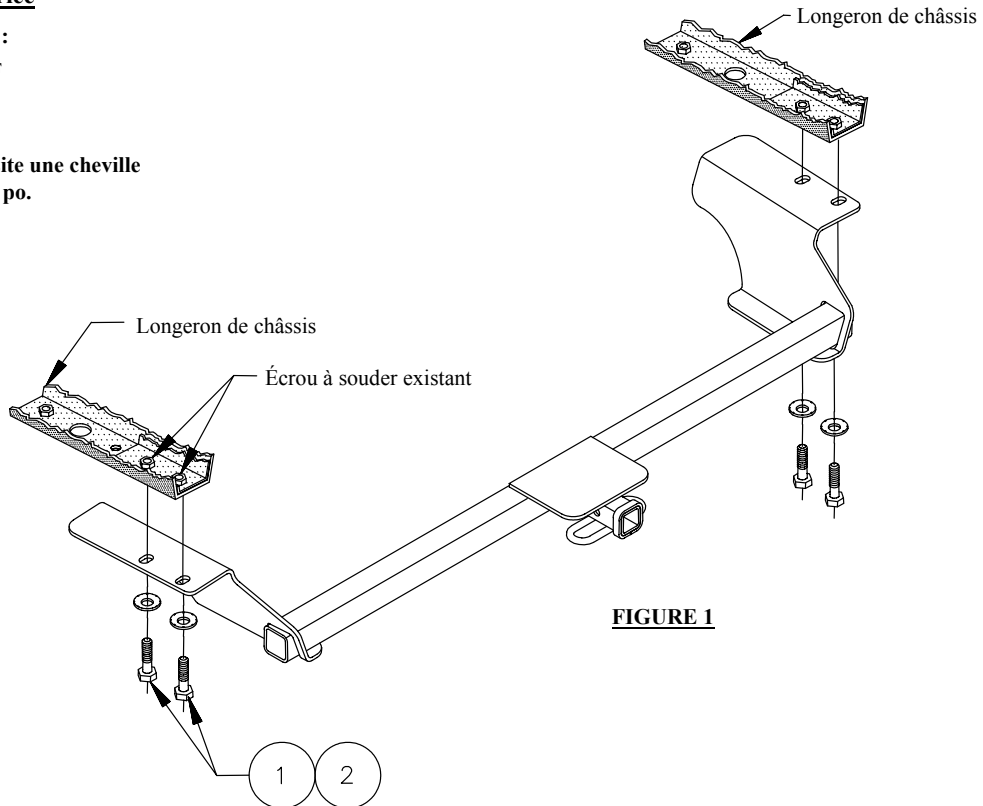

FIGURE 1
①	Qty. (4)	Boulon M12 x 1.25 x 35 CL 8.8	②	Qty. (4)	Rondelles coniques dentées
3. Installer la visserie comme illustré à la figure 1.